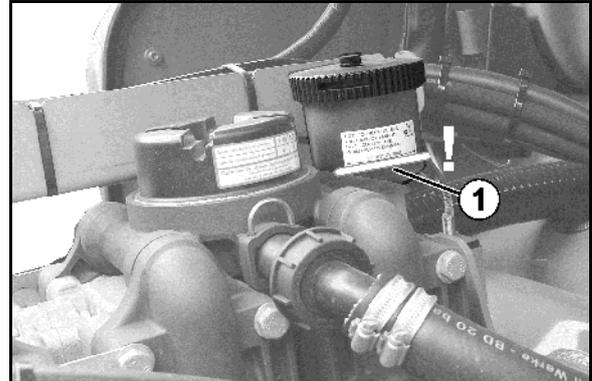

Fig. 200
2. Pulire l'evaporatore (Fig. 200/2) e radiatore dell'acqua calda (Fig. 200/3) con aria compressa (max 5 bar).
3. Sostituire le guarnizioni danneggiate (Fig. 200/1) sotto il coperchio.